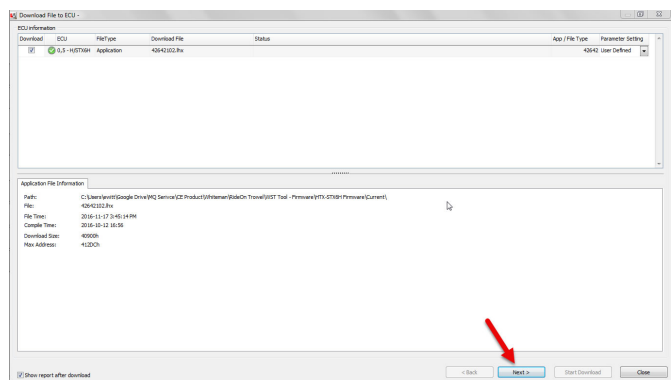

Figure 23. Démarrer l'écran de téléchargement
7. Cliquez sur « Suivant » puis sur le bouton « Démarrer le téléchargement » (Figure 23).